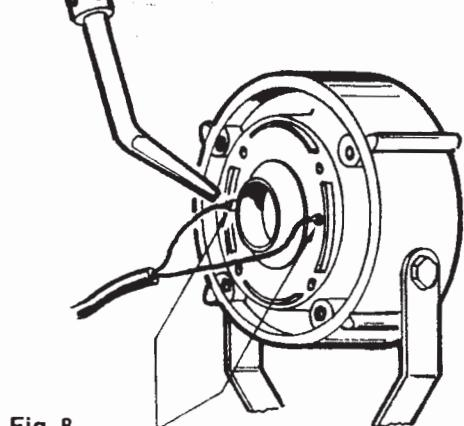

Fig. 8
- Dissaldare i conduttori F collegati ai terminali D della membrana C usando un saldatore di bassa potenza a punta stretta (fig.8).
- Unsolder wires F connected to diaphragm terminals D using a narrow tipped low powered welder (fig. 8).
- Dessouder les conducteurs F reliés aux bornes D de la membrane C en se servant d'une soudeuse de basse puissance à pointe étroite (fig. 8).